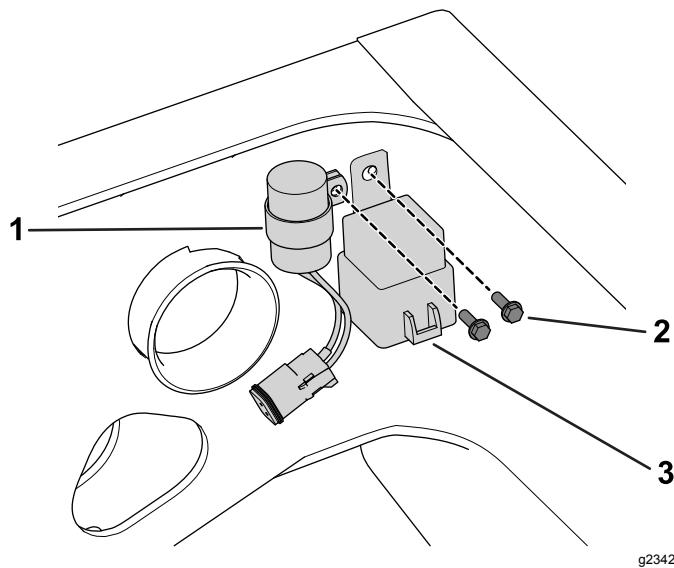

Figura 3
2. Utilice 2 tornillos para instalar el módulo regulador y el relé en los taladros de la placa delantera (Figura 3).